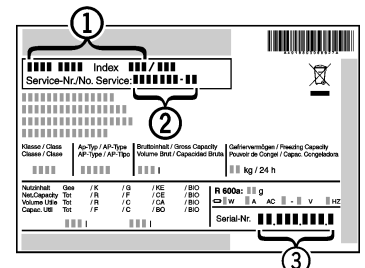

Fig. 6
- ▶ Apparaataanduiding *Fig. 6 (1)*, service-nr. *Fig. 6 (2)* en serie-nr. *Fig. 6 (3)* van het typeplaatje aflezen. Het typeplaatje bevindt zich aan de linkerkant binnen in het apparaat.
- ▶ Contact opnemen met de Technische Dienst en het probleem, apparaataanduiding *Fig. 6 (1)*, service-nr. *Fig. 6 (2)* en serie-nr. *Fig. 6 (3)* mededelen.